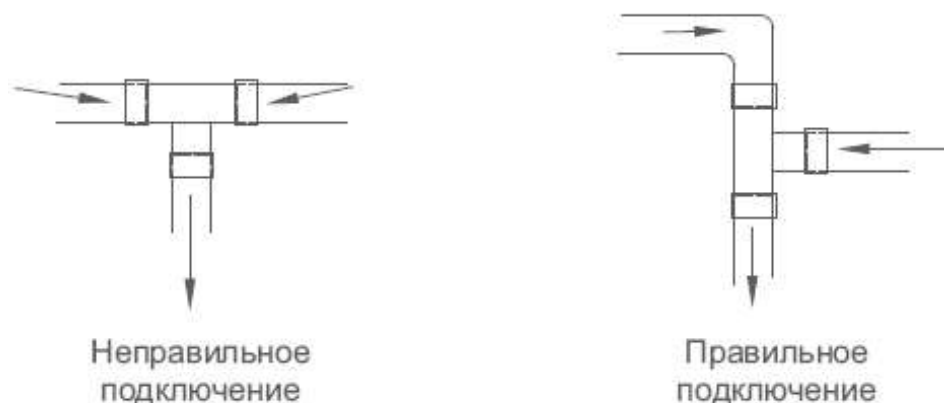

Рис. 13.2
13.8. При монтаже двух дренажных труб в один стояк выполнять это необходимо так, как показано на рис. 13.2.